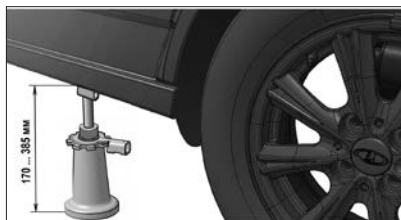

Рис. 83. Замена колеса
- установите домкрат (рис.83) в ближайшее к заменяемому колесу обозначенное место (специальные подштамповки на порогах), заведите домкрат под автомобиль в горизонтальном положении, подведите опорную площадку держателя к ребру порога так, чтобы ребро попало в выемку углового фиксатора домкрата, установите вертикально домкрат. При этом необходимо избегать наклонного положения домкрата в плоскости вдоль автомобиля;